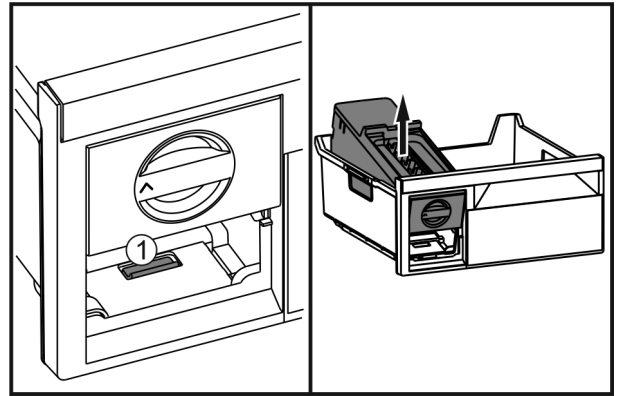

Fig. 40
- Premere la linguetta Fig. 40 (1), sollevare EasyTwist-Ice da dietro ed estrarlo dal cassetto del congelatore.